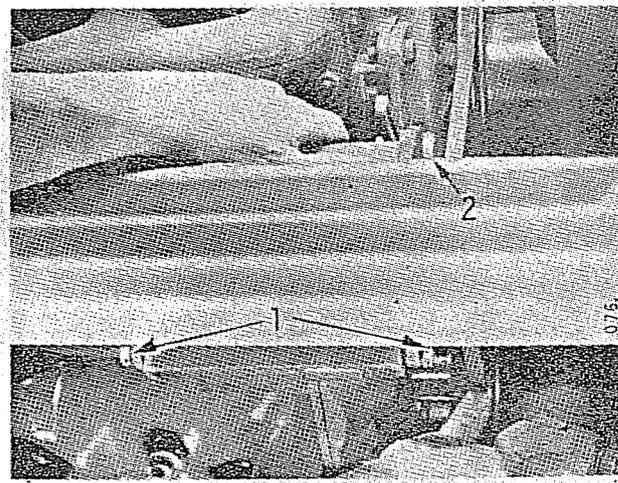

Fig. 51
Le réglage de la tension de la courroie se fait par pivotement de la génératrice après avoir desserré les vis de fixation (1) et de réglage (2) (voir Fig. 51).